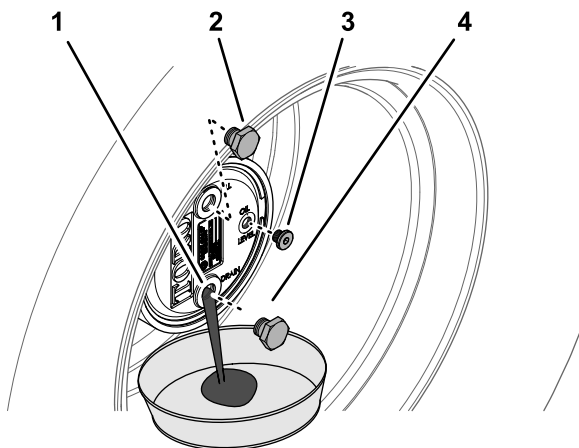

Figura 102
2. Retire o tampão de enchimento da posição das 12 horas e o tampão de verificação da posição das 3 horas (**Figura 102**).
3. Coloque o recipiente de escoamento por baixo do cubo da roda, retire o tampão de drenagem e deixe o óleo escorrer até drenar completamente (Figura 102).
5. Instale o tampão de drenagem no orifício de drenagem da caixa da engrenagem planetária (Figura 102).